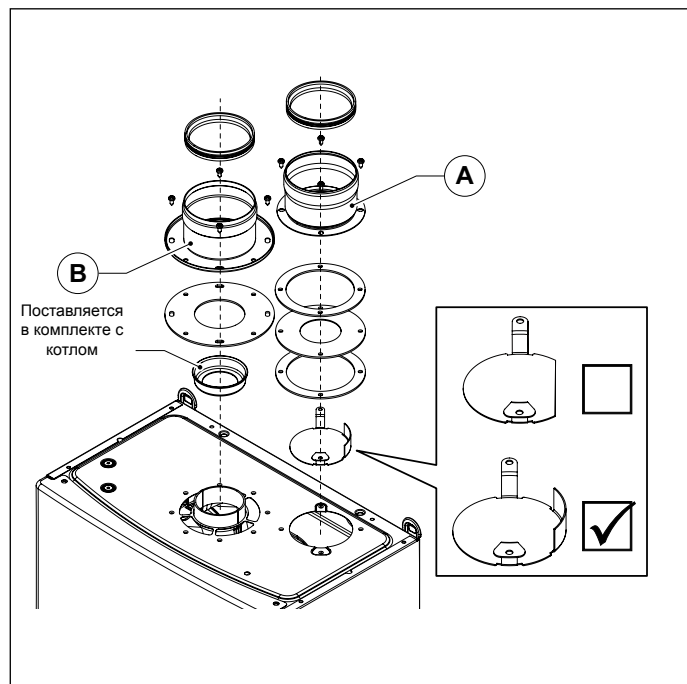

Рис. 8 OSDOPPIA13
- Смонтируйте соответствующий дефлектор воздуха (смотрите Рис. 8 OSDOPPIA13).